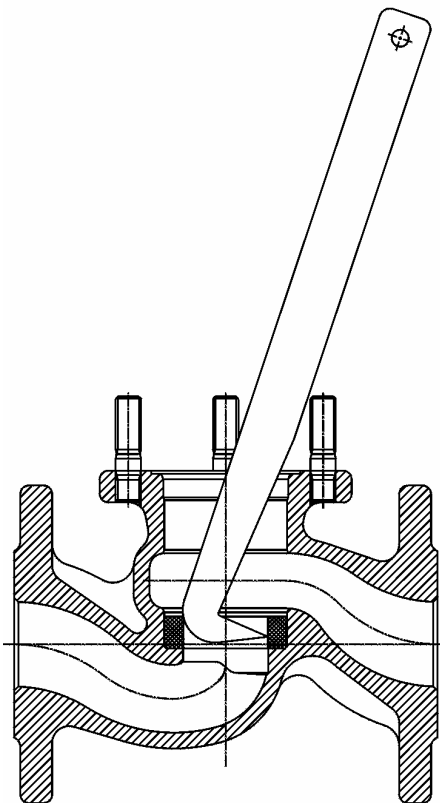

Bild 3
- Unteren Ventilring (Pos.9) mittels Ringziehhaken entfernen Bild 3*)